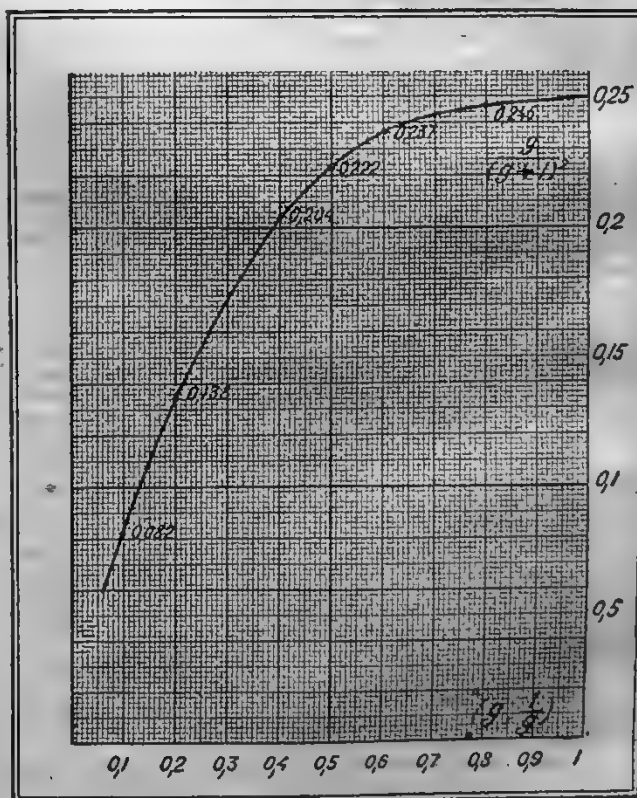

Рис. 8. График для определения $\frac{g}{(g+1)^2}$
Выражение $\frac{g}{(g+1)^2}$ достигает своего максимума при $g=1$; тогда $\left(\frac{g}{g+1}\right)^2 = \frac{1}{4}$; при значениях g меньших и больших единицы, величина этого выражения меньше $1/4$. Кривая зависимости $\frac{g}{(g+1)^2}$ от g изображена на рис. 8.
Таким образом в формуле (10) остаются две величины, значение которых еще не найдено — коэффициент рассеяния σ и величина g . При малых σ величина g близка к единице. Однако уменьшать произвольно σ нельзя — особенно, если в трансформаторе имеется воздушный зазор, увеличивающий коэффициент рассеяния (подробнее об этом см. ниже). Задавшись величиной σ меньшей, чем 0,003 не следует. Задаввшись σ мы прямо по графику (см. рис. 8) определяем величину g . Подставляя в формулу (2) значения для g , σ , Δ и δ получаем величину m .